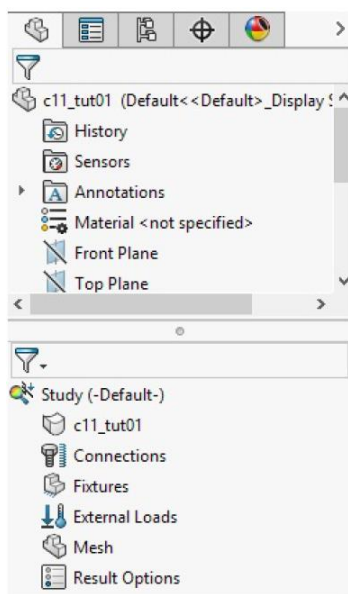

Рисунок 9.7 – Дерево проектування FeatureManager
3. Виберіть кнопку **Static** (Статичне), якщо вона ще не вибрана, і введіть назву дослідження як **Case-1** (Випадок 1) у полі **Name** (Назва) в **PropertyManager**. Далі натисніть **OK**; у **FeatureManager Design Tree** з'явиться новий вузол із назвою **Case-1** (рис. 9.7).